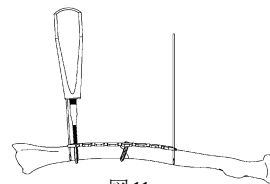

図 11
- 13) 骨質が硬い場合は、3.5 ロッキングスクリー用タップ (グリップ型) で、プレタップを行います。(図 11)